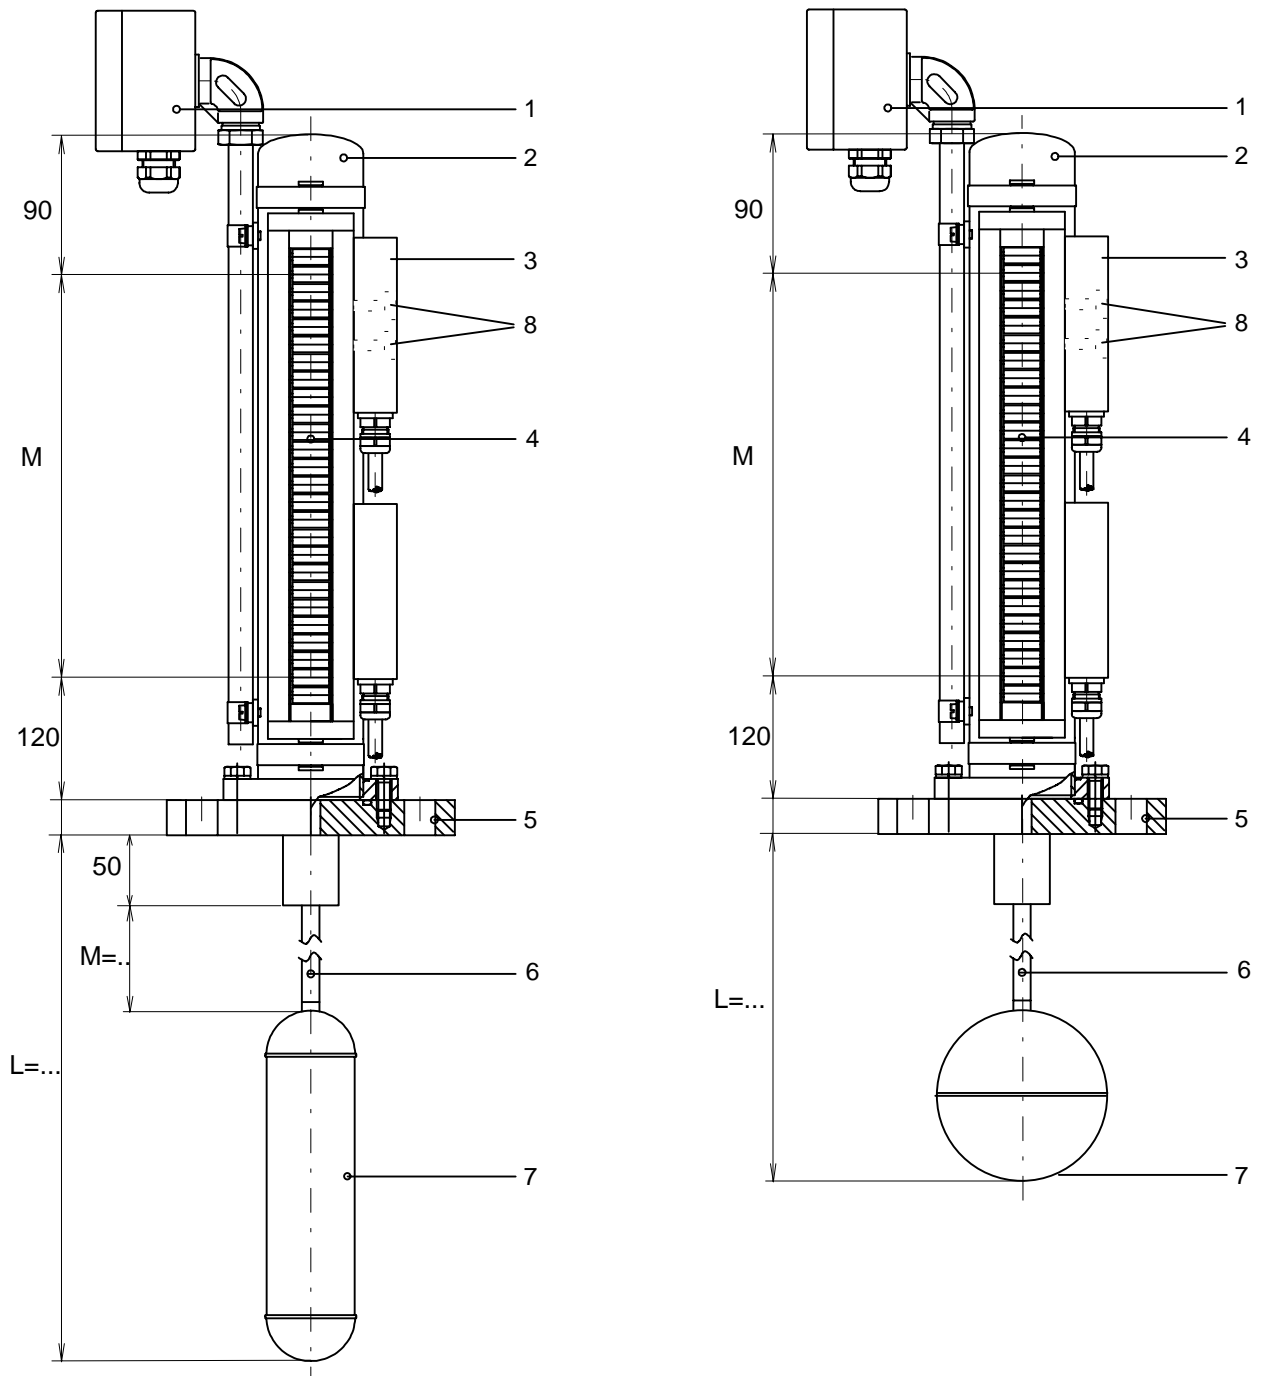

Fig. 1
Un flotteur (7) relié à une barre de guidage (6) se trouve à un niveau plus ou moins élevé proportionnellement au niveau de remplissage du réservoir. Le champ magnétique d'un aimant permanent fixé à l'extrémité de la barre de guidage actionne les indicateurs de niveau optiques (4) ou électriques (1) ou les commutateurs magnétiques (3) montés à l'extérieur sur le tube de signalisation (2). Le montage de ces options est réalisé en usine, sur commande. Le principe de construction ressort de la figure 1. Des exécutions particulières selon les souhaits du client sont réalisées sur commande.